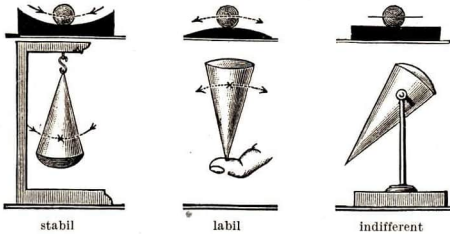

Abb. 64. Die drei Gleichgewichtslagen
4. Die drei Arten des Gleichgewichts (Abb. 64). a) Ist ein Körper genau im Schwerpunkt aufgehängt, so ist sein Gleichgewicht indifferent, d. h. er bleibt in jeder Lage stehen. (Drehe ein Wagenrad um seine Achse!)